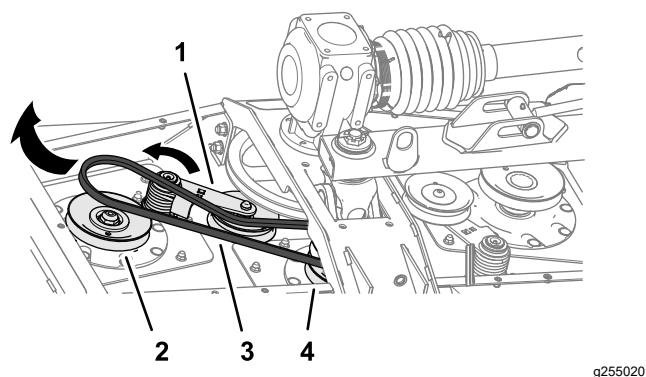

Рисунок 66
- С помощью монтировки или аналогичного инструмента поверните натяжитель короткого ремня против часовой стрелки и снимите ремень со шкива натяжителя (Рисунок 66).